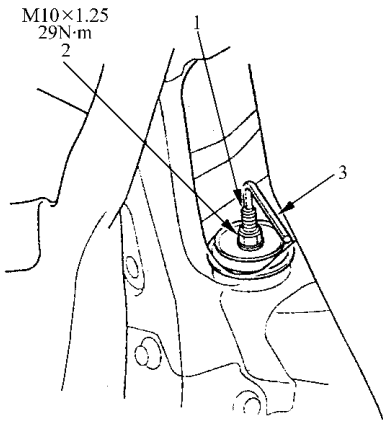

图 6-56 安装减振器轴固定螺母
- 6) 如图 6-56 所示，用六角扳手夹紧减振器轴，按规定力矩锁紧 M10 凸缘螺母。